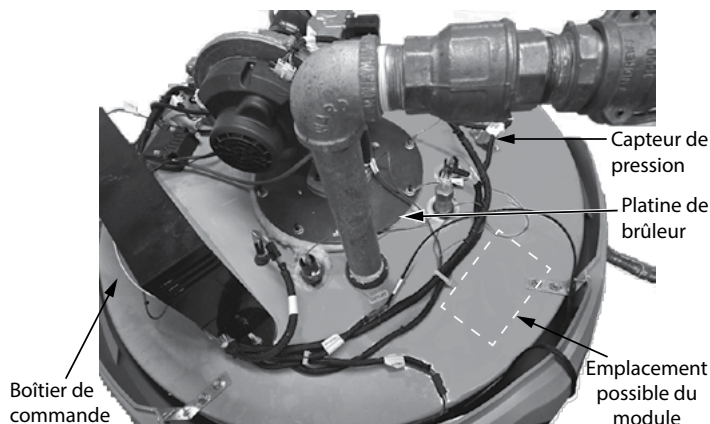

Figure 2. Contrôleur et capteur de pression
2. Trouver le boîtier de commande noir et le capteur de pression. Placer le module entre les deux. Laisser au moins 25 mm (1 po) entre la passerelle et le bord du chauffe-eau, comme illustré à la **Figure 2**.